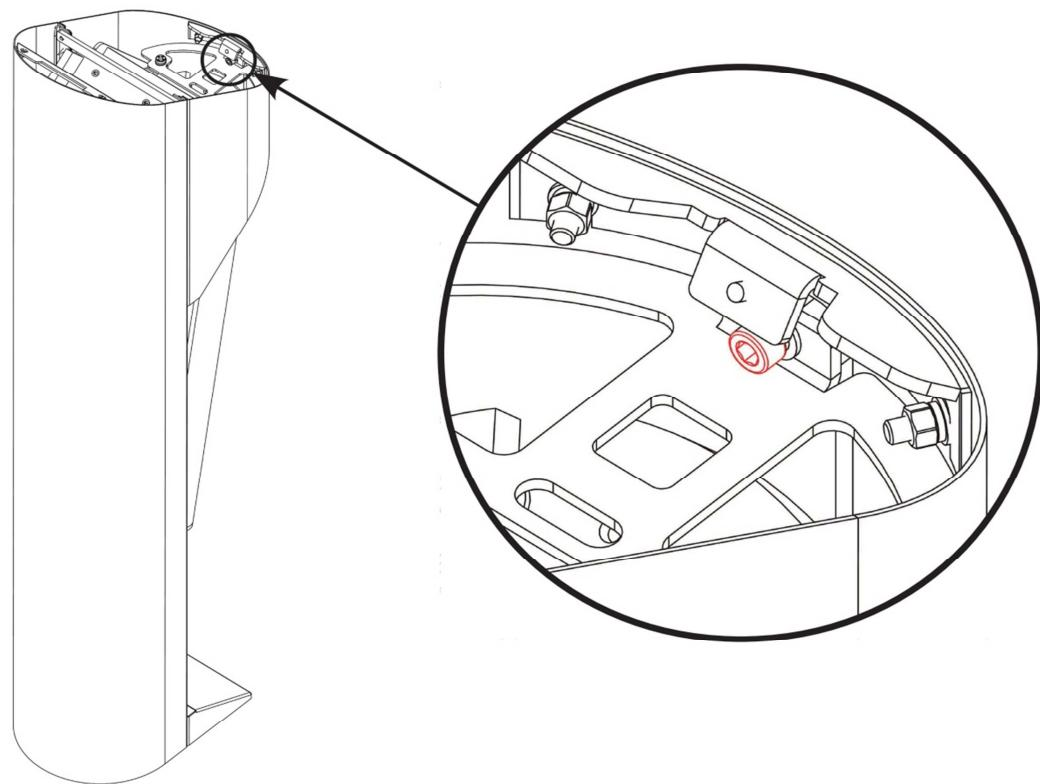

Рис. 8. (изображена центральная стойка турникета)
- отверните винт M6 ГОСТ11738-84 (рис. 8);